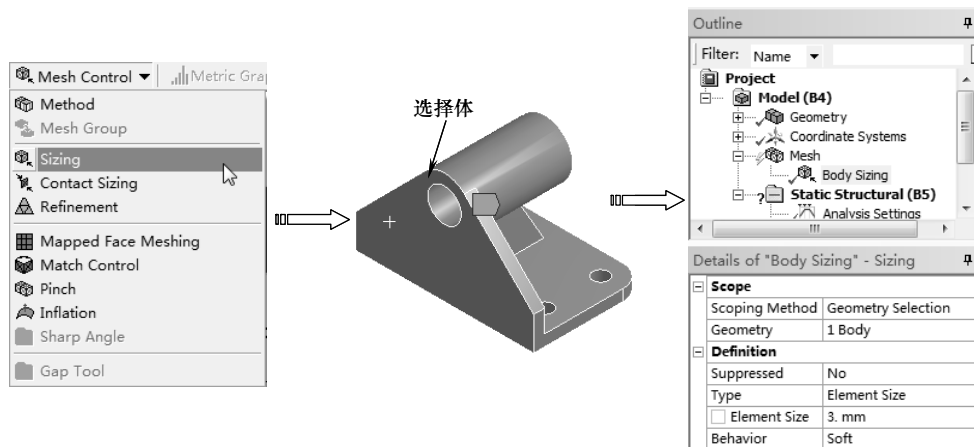

图 5-73 设置网格尺寸
2) 单击窗口上方图形选择工具栏上的【Body (选择体)】按钮，在【Details of “Body Sizing”】列表中单击【Scope】选项下的【Scoping Method】项，在图形区单击选择实体，单击【Geometry】项中的【Apply】按钮完成，在【Element Size】文本框中输入 3mm，如图 5-73 所示。